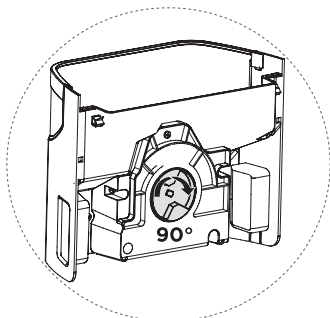

Figure 2
2. Nettoyez le bac à glace lorsque cela est nécessaire. Pour remettre le bac à glace en place, suivez les étapes de retrait dans le sens inverse. Poussez le bac à glace vers le bas en forçant jusqu'à ce qu'il soit enclenché. Si l'installation du bac à glace est difficile, tournez le cadran situé sur le bac à 90°, comme illustré sur la figure 2, puis installez le bac.